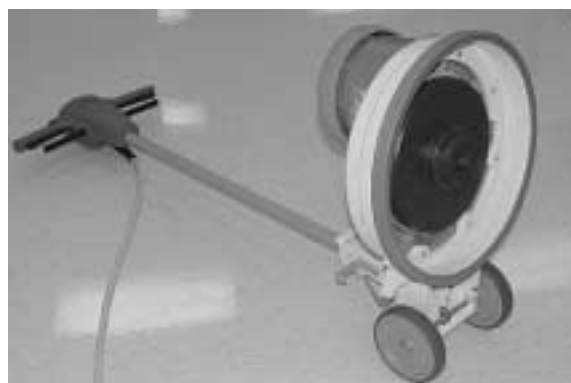

FIG. 5
- Tirez le levier d'ajustement de hauteur de la poignée et soulevez la poignée en position verticale. Basculez délicatement la machine vers l'arrière et posez la poignée sur le sol (Figure 5).